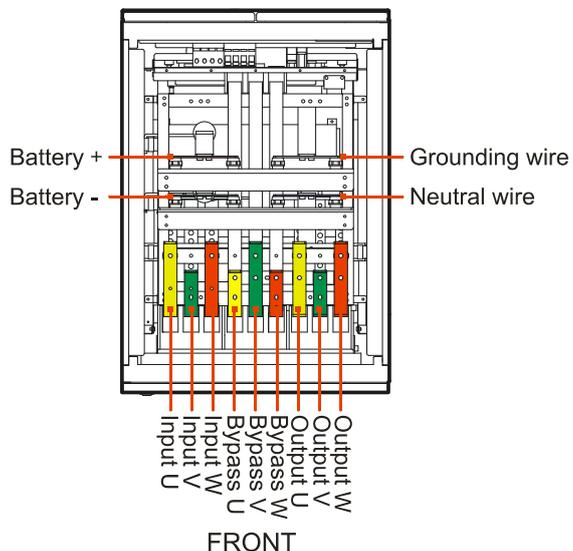

Рис. 3.24 Схема подключения клемм (Вид сверху)
- Подключите входные, выходные кабели и кабели для АКБ, согласно Рис.3.24, в правильном порядке, затем затяните болты.